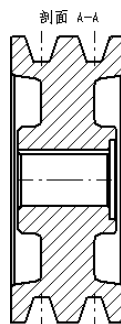

图 10.1.12 标注其余中心线
- (3) 参考上一步的详细操作步骤，标注其余中心线，结果如图 10.1.12 所示。